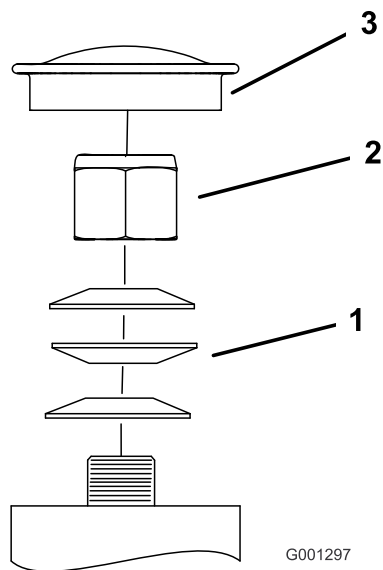

Рисунок 75
3. Снимите пылезащитную крышку с поворотного колеса и затяните контргайку (Рисунок 75).
4. Затягивайте контргайку до тех пор, пока пружинные шайбы не станут плоскими, и затем отверните на 1/4 оборота, чтобы правильно установить предварительную нагрузку на подшипниках (Рисунок 75).
**Внимание:** Убедитесь, что пружинные шайбы установлены правильно, как показано на Рисунок 75.
5. Установите пылезащитную крышку (Рисунок 75).